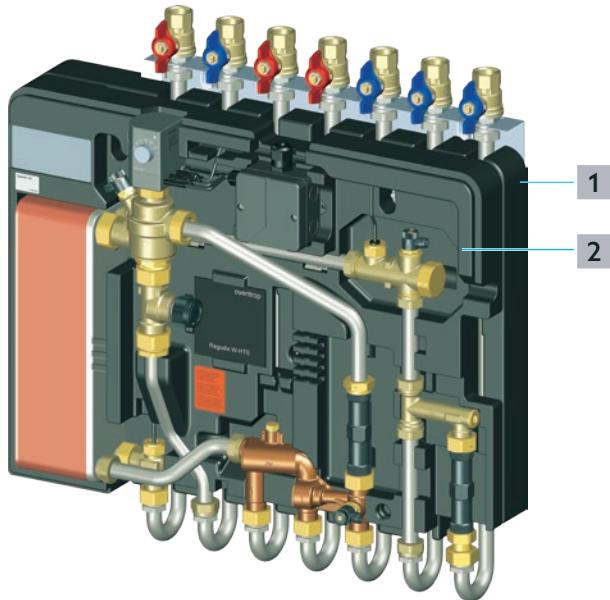

Fig. 4: Monté sur la station Regudis W-HTE
- 2 Accrocher votre station d'appartement Regudis W-HTE comme indiqué sur la Fig. 4 en page 23.